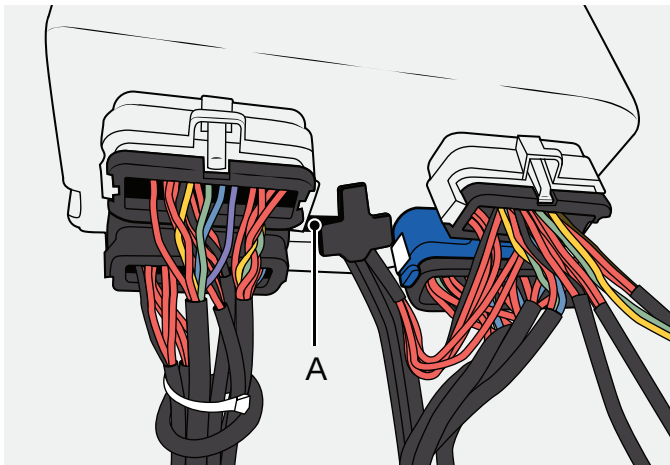

Figure 121
1. Connectez l'ordinateur à la baignoire à l'aide du port USB (A) situé sous le boîtier de commande à l'aide d'un câble USB A-B. Voir Figure 121.